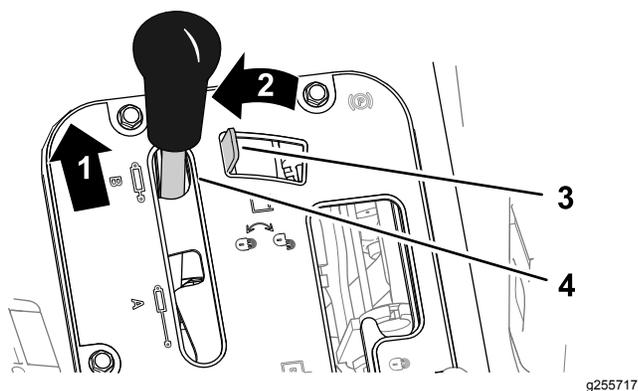
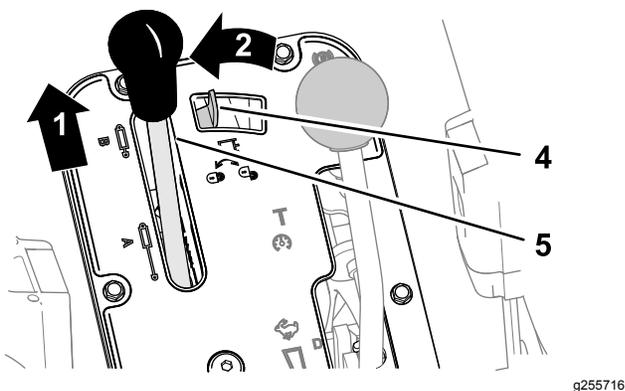

Рисунок 70
Рисунок 71
1. Нажмите вперед на рычаг механизма гидравлического подъема (Рисунок 70 или Рисунок 71).
2. Переведите рычаг блокировки гидравлического подъема влево, чтобы включить блокировку (Рисунок 70 или Рисунок 71).